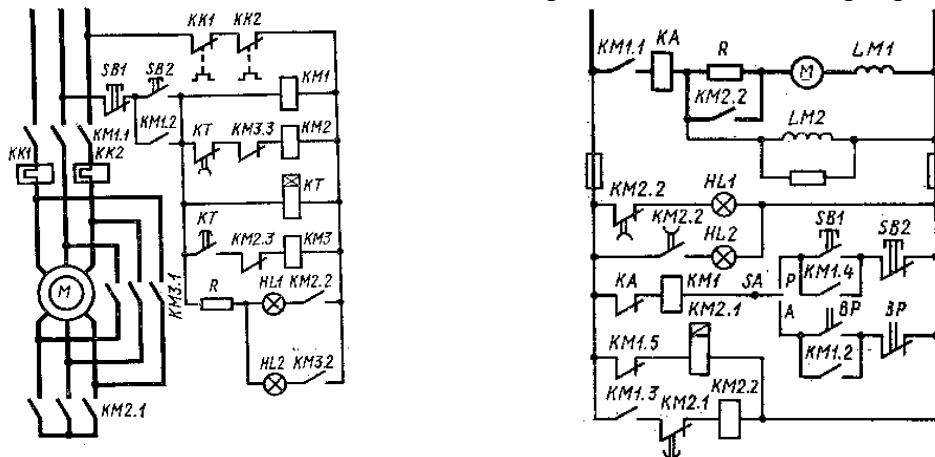

Рис. 1
- Указать элементы электрической принципиальной схемы (одна из схем на рис. 1), объяснить процесс пуска электродвигателя; возможности регулирования частоты вращения; способы торможения, примененные в схеме; виды защит и способы реализации данных защит в схеме; особенности работы данного электропривода.